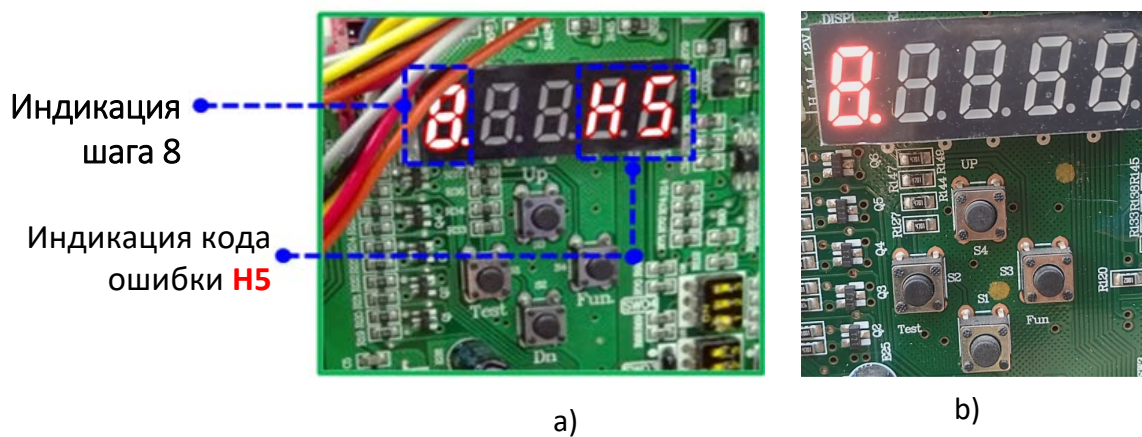

Рис.3.17
- Шаг 8** Автоматическая проверка степени заправки хладагентом. Если давление всасывания $P_s \leq 2,35$ бар, то на дисплее отобразится индикация кода ошибки **« 8. .H5»** (рис.3.17,а). Необходимо проверить давление в контуре и, при необходимости, дозаправить фреон. При нормальном давлении (рис317, b) система автоматически перейдет на 9 шаг.